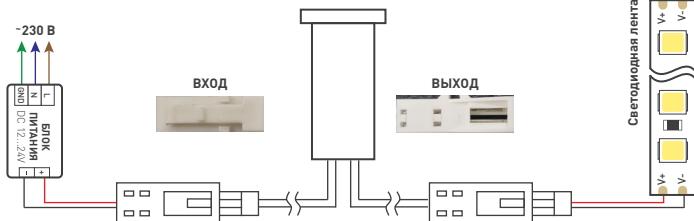

Рисунок 4. Схема подключения датчика SR-PRIME
- 3.3. Соблюдая полярность, подключите светодиодную ленту к выходу датчика [рис. 4].
- 3.4. Соблюдая полярность, подключите источник питания к входу датчика [рис. 4].